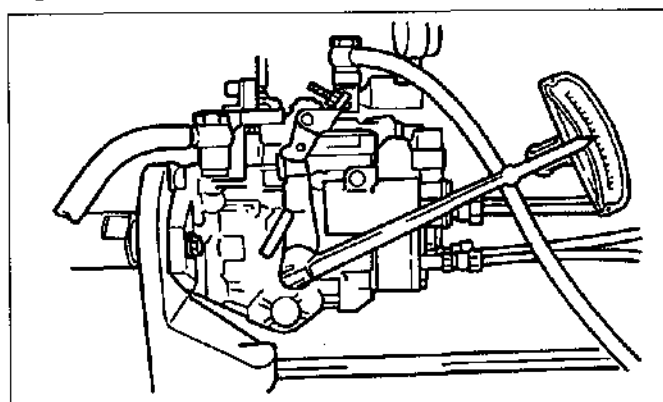

Figura 15-43
- Para normalizar los métodos de prueba, aplique torsión hacia la derecha (0,5 kgm) a la palanca A durante 10 segundos, y libere la torsión. (Vea la figura.15-43)